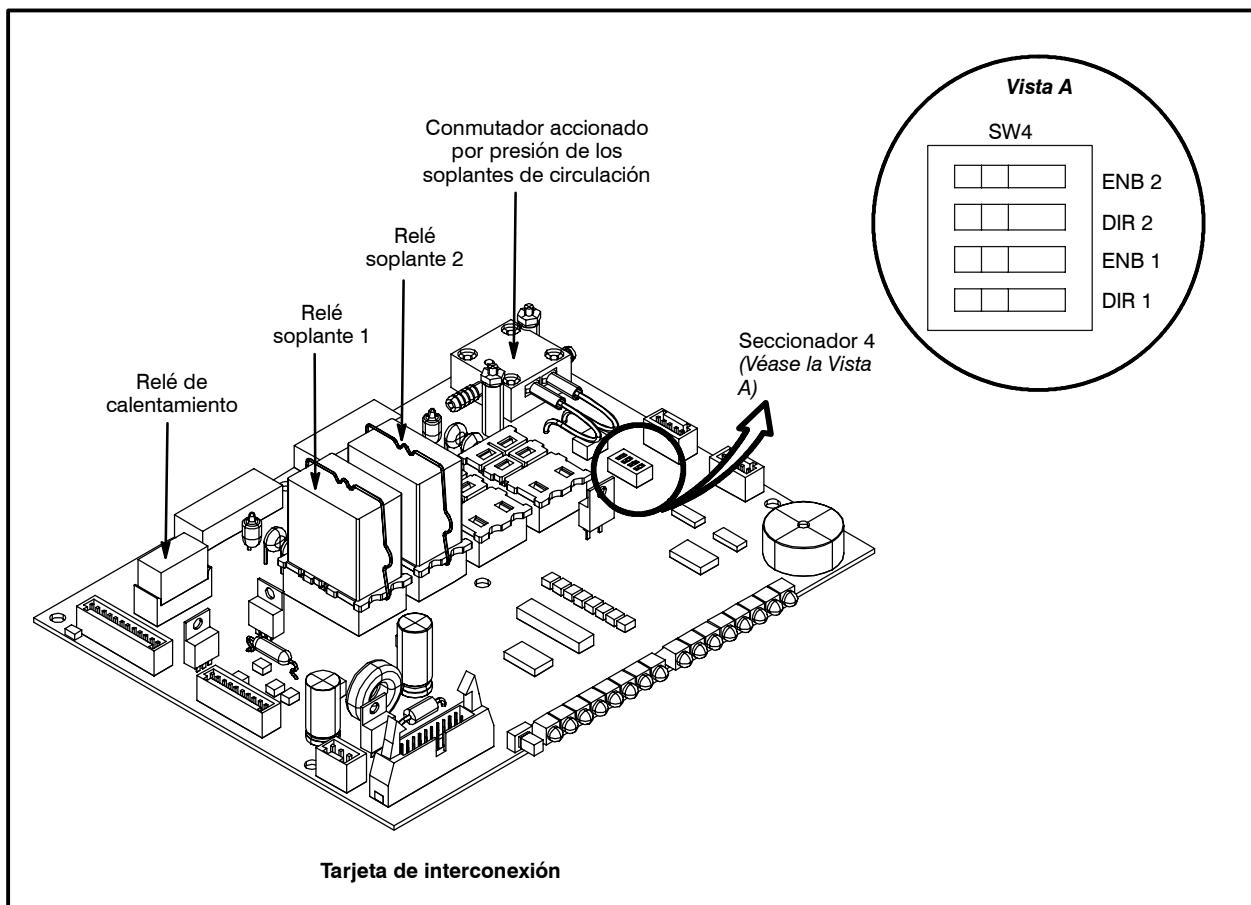

Figura 6
2. Invierta la posición del conmutador marcado como DIR1 en el seccionador SW4 de la tarjeta de interconexión. Véase la Figura 6.